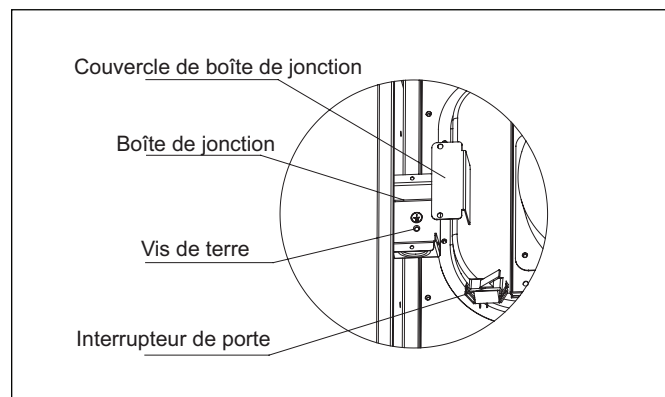

Figure 46 J-Box (boîte de jonction)
Utilisez un circuit électrique de dérivation séparé et à fusible avec un fusible ou un circuit de taille appropriée (Figure 46 Disjoncteur J-Box) pour cette fournaise. Voir le tableau 28 pour les spécifications de taille de fil et de fusible. Un moyen de déconnexion électrique facilement accessible doit être situé à portée de vue de la fournaise.
1. Retirez et conservez les deux vis qui maintiennent la J-Box (voir Figure 46).
Voir la Fig. 46 à la page précédente.
4. Retirez et conservez les deux vis qui maintiennent J-Box. (Voir Fig. 46.)